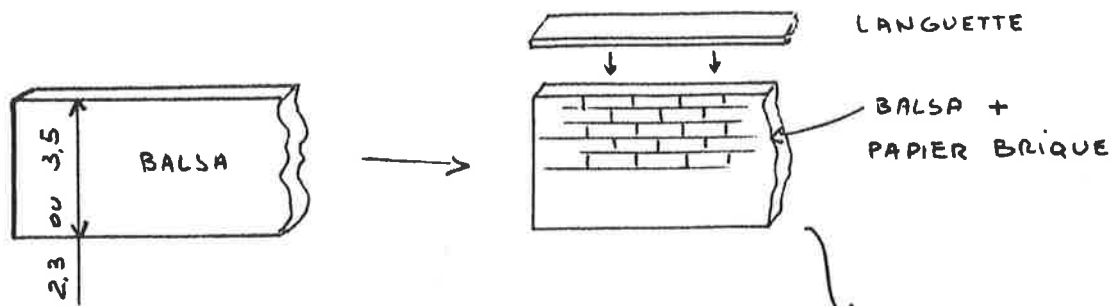

Fig. 2
- coller du papier brique de part et d'autre de la planchette de balsa (fig.2)